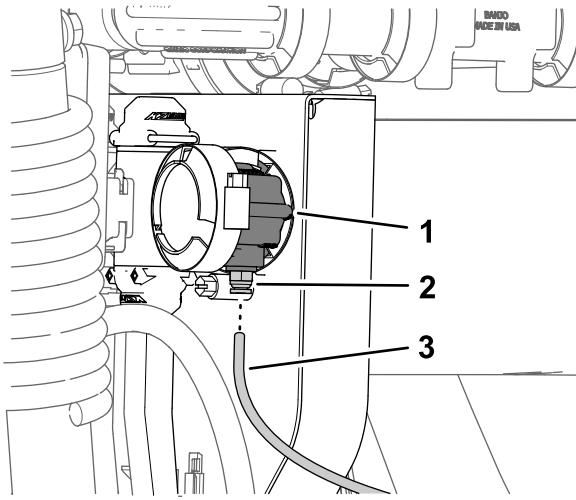

Figure 120
1. Alignez le bout du tube de détection de pression (plastique) associé au manomètre monté sur la planche de bord et la bague de blocage du raccord de tube (Figure 120).
2. Insérez le tube de détection dans la bague de blocage jusqu'à ce que le tube soit complètement engagé (Figure 120).